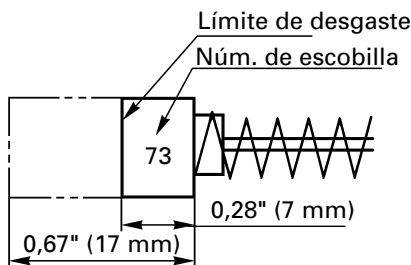

Fig. 18
4. Inspeccionar los escobillas de carbón (Fig. 18)
**NOTA:** Utilice las escobillas HITACHI Núm. 73 indicadas en la Fig. 18.